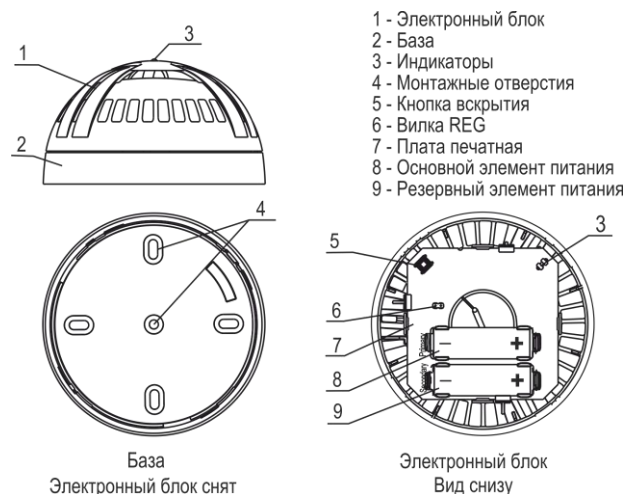

Рисунок 2
5.1 Извещатель состоит из съемного электронного блока и базы (рисунок 2).